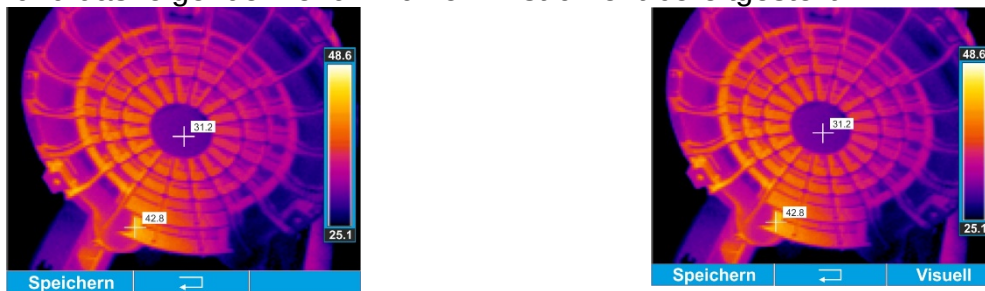

Abb. 9: Abspeichern des Bildes auf dem Instrument
2. Drücken Sie die **M** Taste; das Instrument zeigt das Eingangs- Menü zum Einfügen des Sprachkommentars (siehe Abb. 9).